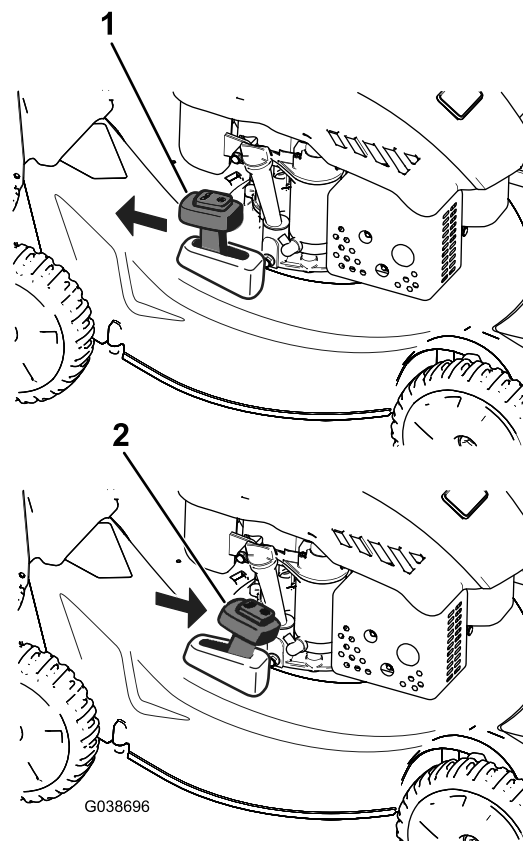

Figura 18
Per riciclare lo sfalcio, spostate la leva di comando del cesto nella posizione di RICICLAGGIO (Figura 18).
2. Montate il cesto di raccolta; fate riferimento a Montaggio del cesto di raccolta \(pagina 14\) e spostate la leva di comando del cesto nella posizione di RACCOLTA come illustrato in Figura 18.
Nota: Prima di scaricare posteriormente lo sfalcio, togliete il cesto di raccolta dal tosaerba, se montato; fate riferimento a Rimozione del cesto di raccolta \(pagina 14\). La leva di comando del cesto deve essere in modalità di RACCOLTA come illustrato nella Figura 18.